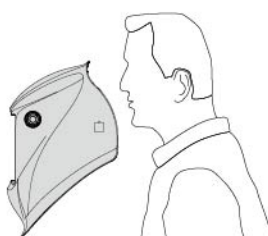

Abb.11
- Halten Sie die Helmschale so, dass die Innenseite des Helms zu Ihrer Brust zeigt (siehe Abb.11).